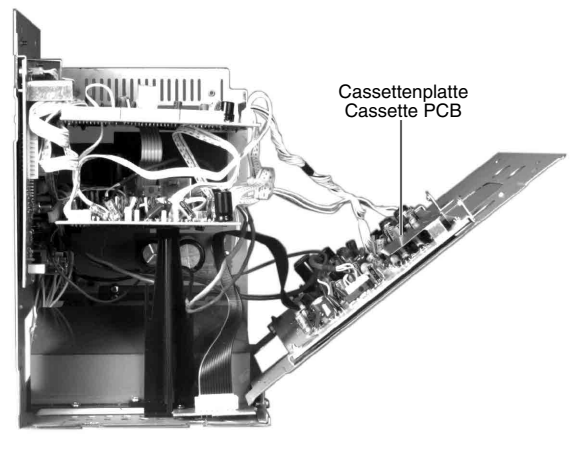

Fig. 8
- Seitenteil mit Cassettenplatte abnehmen (Fig. 8).
- Remove the chassis side part with cassette PCB (Fig. 8).